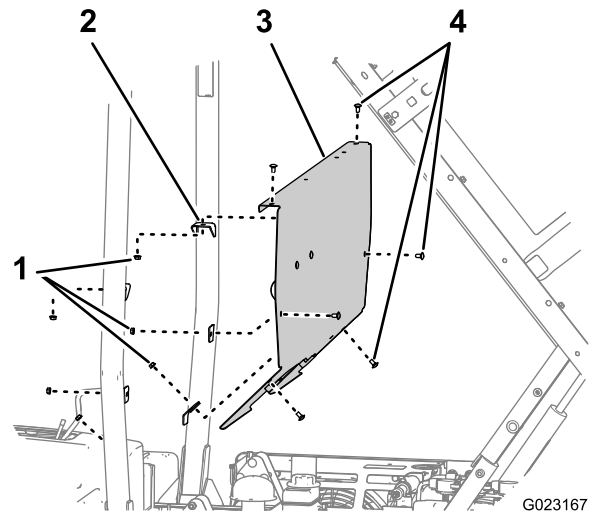

Figure 10
1. Retirez les 6 boulons de carrosserie et les 6 écrous qui fixent le panneau de la structure ROPS aux supports de montage sur l'arceau de sécurité (Figure 10).
2. Déposez le panneau de la structure ROPS de la machine (Figure 10).